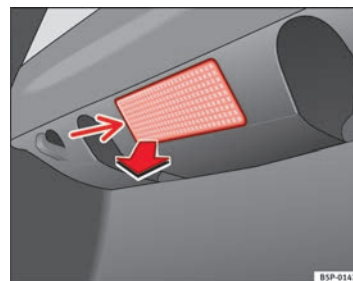

Fig. 195 Luz maletero
- Extraiga la tulipa haciendo presión sobre el borde de la parte interior de la misma (flecha) con ayuda de un destornillador por su parte plana ⇒ fig. 195.